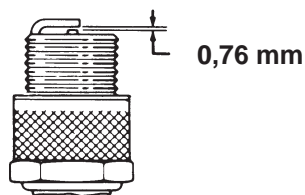

Bild 39
4. Stellen Sie den Elektrodenabstand zwischen der zentralen und der Seitenelektrode auf 0,76 mm ein (Bild 39). Schrauben Sie eine Zündkerze mit dem korrekten Elektrodenabstand und einer Dichtscheibe in den Zylinderkopf ein und ziehen Sie sie auf 23 Nm fest. Wenn Sie keinen Drehmomentschlüssel benutzen, ziehen Sie die Kerze fest an.